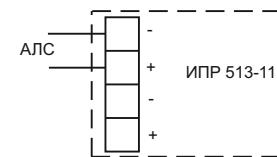

Рисунок 4 – Схема подключения извещателя
6.11 Подсоединить провода АЛС к клеммным соединителям (положительный провод АЛС – к клеммным соединителям с маркировкой "+", отрицательный – к клеммным соединителям с маркировкой "-"). Маркировка клеммных соединителей нанесена на плате (см. рисунок 4).